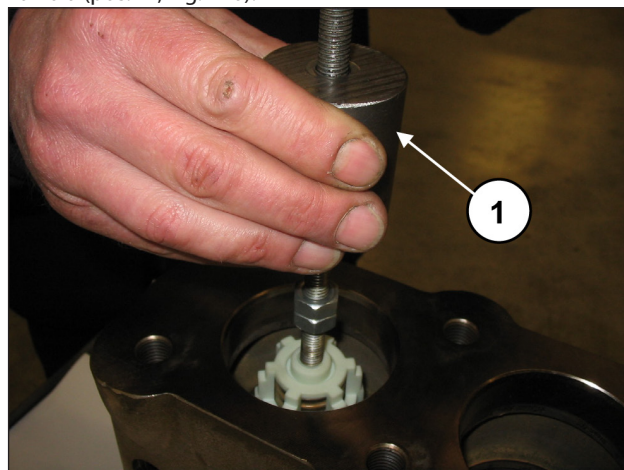

Fig. 110
Estrarre il gruppo valvola mandata mediante l'utilizzo di un estrattore a massa battente da applicare al foro M10 del guida valvola (pos. ①, Fig. 110).